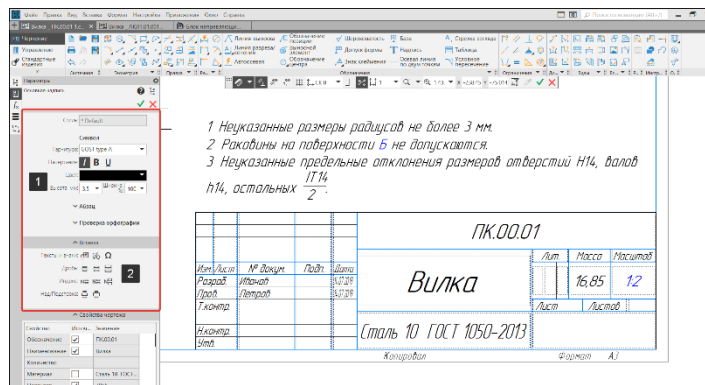

Рисунок 289 - Элементы оформления
Основную надпись допускается заполнять вручную с использованием клавиатуры и элементов оформления (символы (1), абзац, вставка (2)) Основной надписи (Рисунок 289).